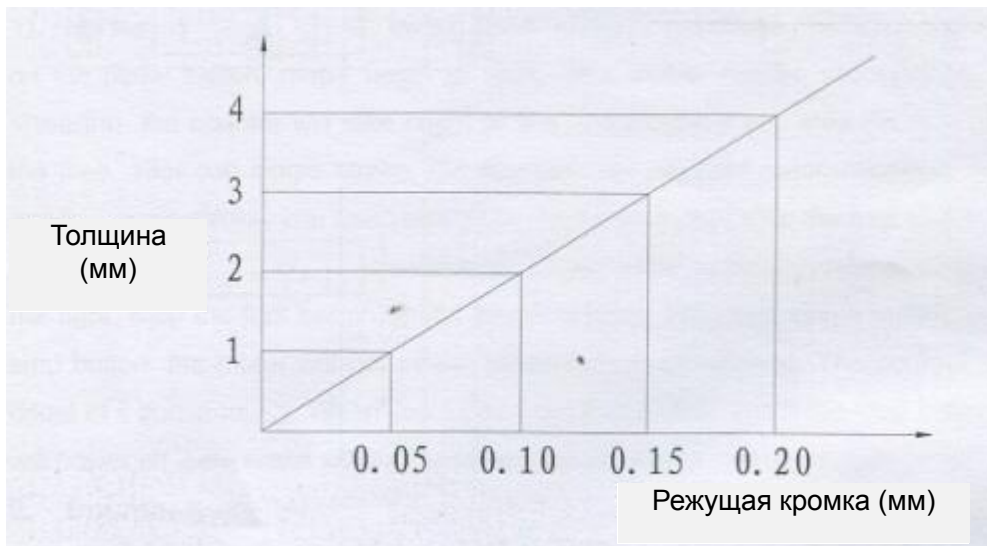

Рисунок 3
1. Рисунок 3: График регулирования толщины листа и данных о режущей кромке